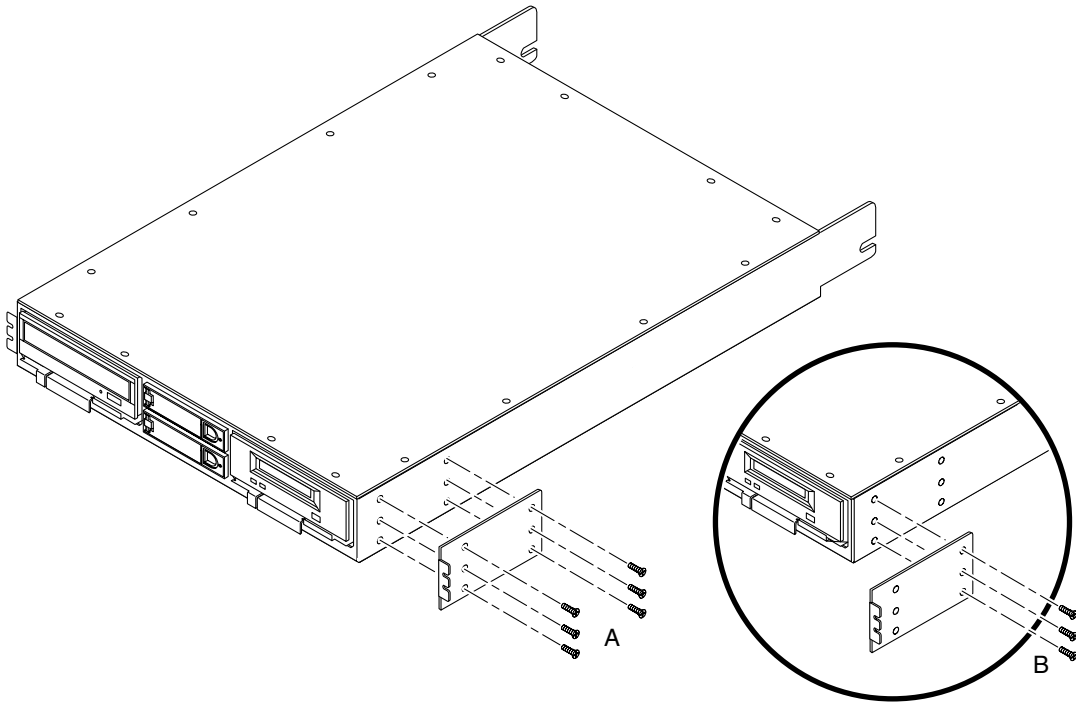

図 2-8 メディアトレイへの取り付け耳の取り付け
- Sun Enterprise システムキャビネットにメディアトレイを取り付ける場合は、取り付け耳の後ろの穴だけをメディアトレイ側面の前方の穴に合わせます (図 2-8 の B)。
- Sun StorEdge 拡張キャビネットにメディアトレイを取り付ける場合は、取り付け耳の前後の穴をメディアトレイ側面の前方と後方の穴に合わせます (図 2-8 の A)。